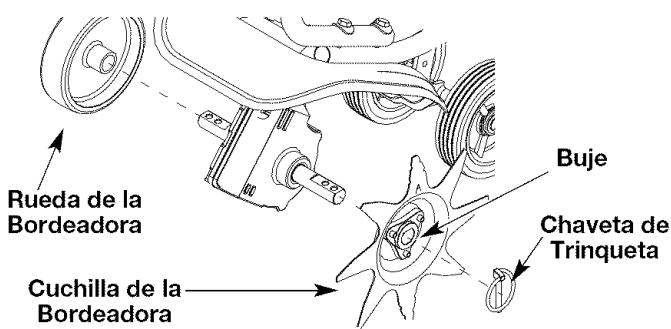

Fig. 4
3. Deslice la rueda de la bordeadora, con el buje mirando hacia adentro, en el lado derecho del árbol del diente y asegúrela con la chaveta de trinquete en el orificio interior (Fig. 4).
4. Deslice la cuchilla de la bordeadora con el buje mirando hacia el lado izquierdo del árbol del diente y asegúrela con la chaveta de trinquete en el orificio interior (Fig. 4).